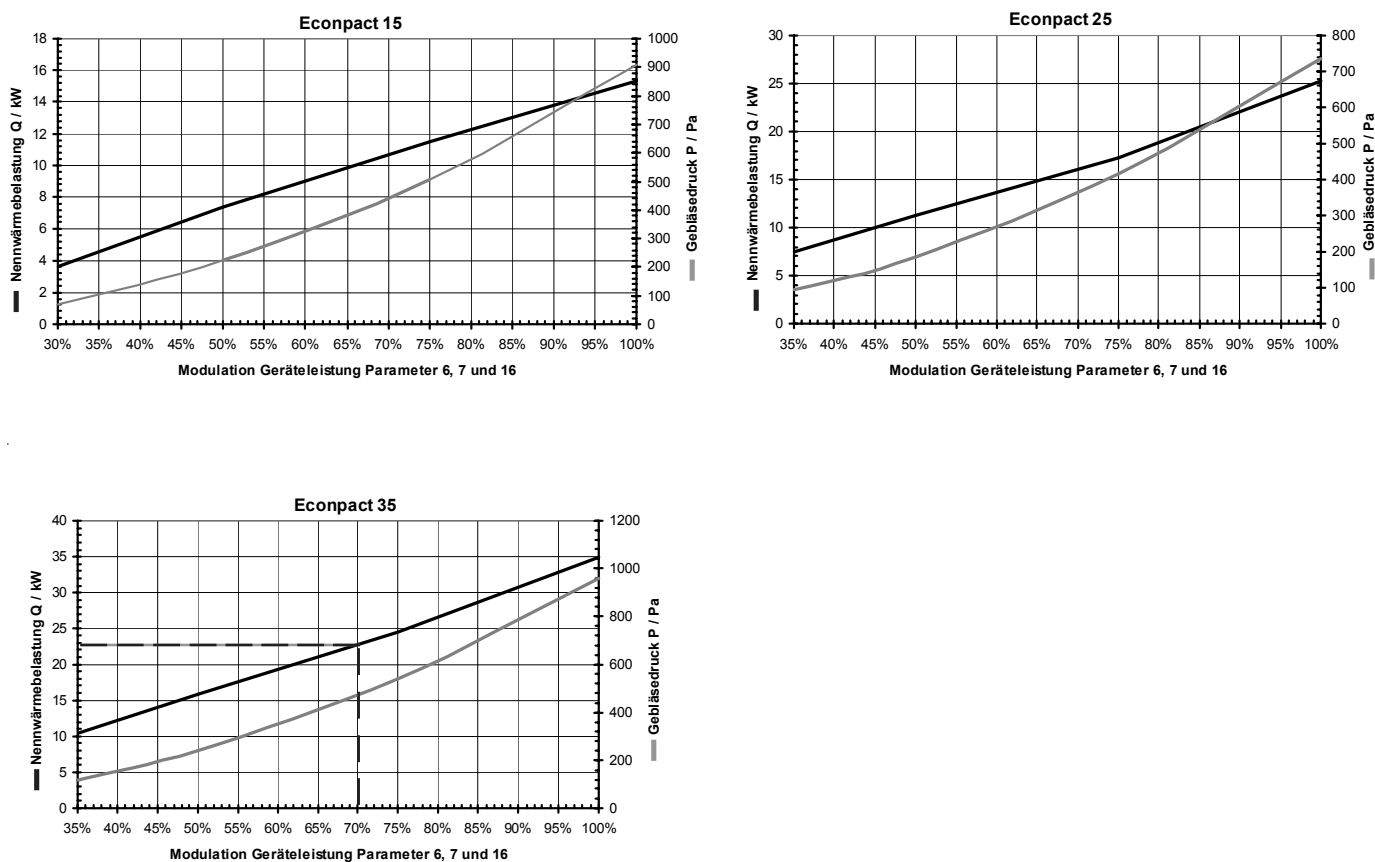

Abb. 5.14 Einstellung Parameter 6,7 und 16
Durch Verändern des Parameters 6 in der Parameter-ebene kann die max. Geräteleistung prozentual angepaßt werden (siehe Abb. 5.14 und Kap. 7.5).
- Kontrollieren Sie entsprechend Diagramm Abb. 5.14 bzw. Tabelle Tab. 5.1 den Gasdurchfluß.